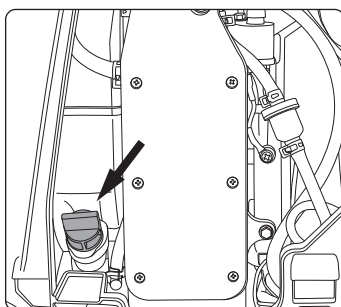

рис. 18
Открутите пробку маслосазливной горловины (24). (рис. 18)